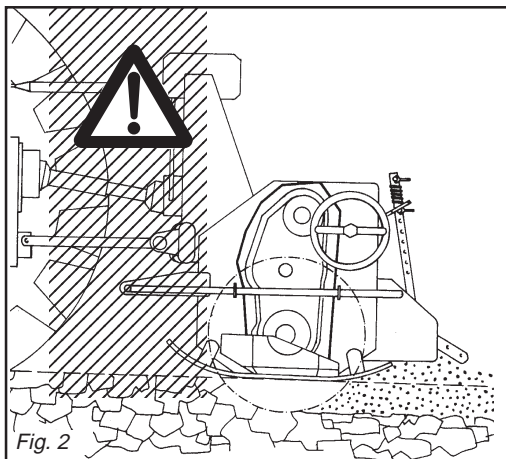

Fig. 2
- 24) È assolutamente vietato interporre tra il trattore e la zappatrice (Fig. 2) con motore acceso e cardano inserito nonché senza aver azionato il freno di stazionamento ed aver inserito, sotto le ruote, un ceppo o un sasso di bloccaggio.
- 24) *It is absolutely forbidden to stand between the tractor and the implement (Fig. 2) when the engine is running and the cardan shaft is engaged without having first engaged the hand brake and placed a block*
- 24) Es ist absolut verboten, bei laufendem Motor und eingeschalteter Gelenk-welle zwischen den Schlepper und das Gerät zu treten (Abb. 2). Dazu muß die Feststellbremse gezogen werden und unter die Räder ein Bremskeil oder ein großer Stein gelegt worden sein.
- 24) *Il est absolument interdit de se mettre entre le tracteur et l'appareil (Fig. 2) quand le moteur est en marche et le cardan enclenché, sans*
- 24) Está terminantemente prohibido colocarse entre el tractor y el equipo (Fig. 2) con motor encendido y cardán inserido, o sin haber accionado el freno de estacionamiento y de colocar, debajo de las ruedas, una piedra u otro elemento de bloqueo.
- 28) È assolutamente vietato interporre fra il trattore e l'attacco della zappatrice per manovrare il comando dall'esterno per il sollevamento (Fig. 2).
- 28) It is absolutely forbidden to stand between the tractor and the implement when manoeuvring the lift control from the outside (Fig. 2).
- 28) Es ist absolut verboten, zwischen den Schlepper und den Anschluß zu treten, um die Aushebung von außen zu betätigen (Abb. 2).
- 28) Il est absolument interdit de se mettre entre le tracteur et l'attelage pour manoeuvrer la commande de relevage de l'extérieur (Fig. 2).